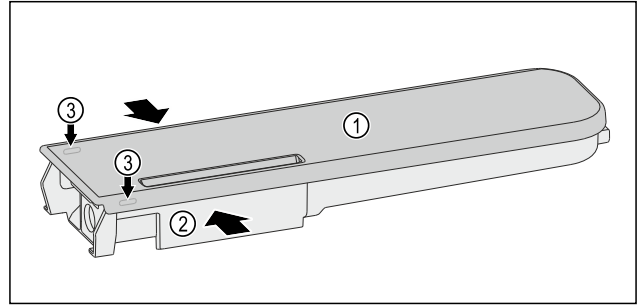

Fig. 123
- Paina vesisäiliötä Fig. 123 (2) kokoon ja avaa kannen Fig. 123 (1) lukitukset varovaisesti Fig. 123 (3) ja vedä ylös.
- Liikuta kantta Fig. 123 (1) hieman edestakaisin ja ota ylöspäin pois.